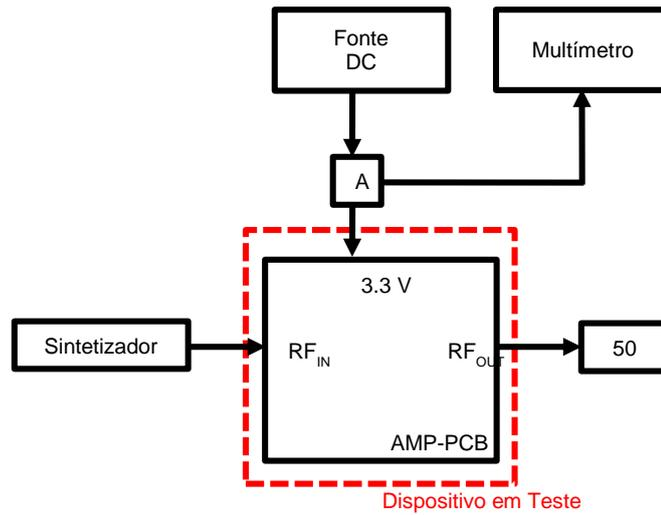

Figura 4.1.1 – conexões para teste de consumo de potência.
- 1) Realizar as conexões descritas na figura 4.1.1